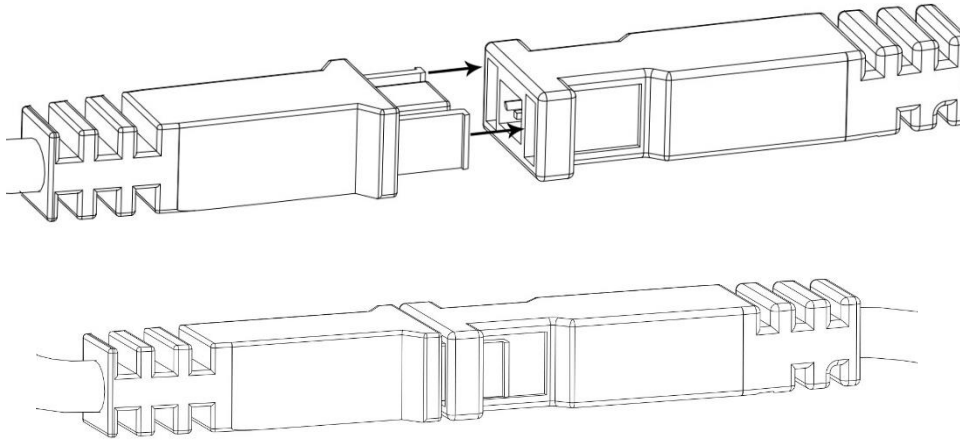

Рисунок 4 Соединение коннекторов
5.4.1 Подключите коннектор для до щелчка (рис. 4)
5.5.1 Вставьте со всех сторон угловые крепления профилей рамы в профили до упора(рис.4,5):